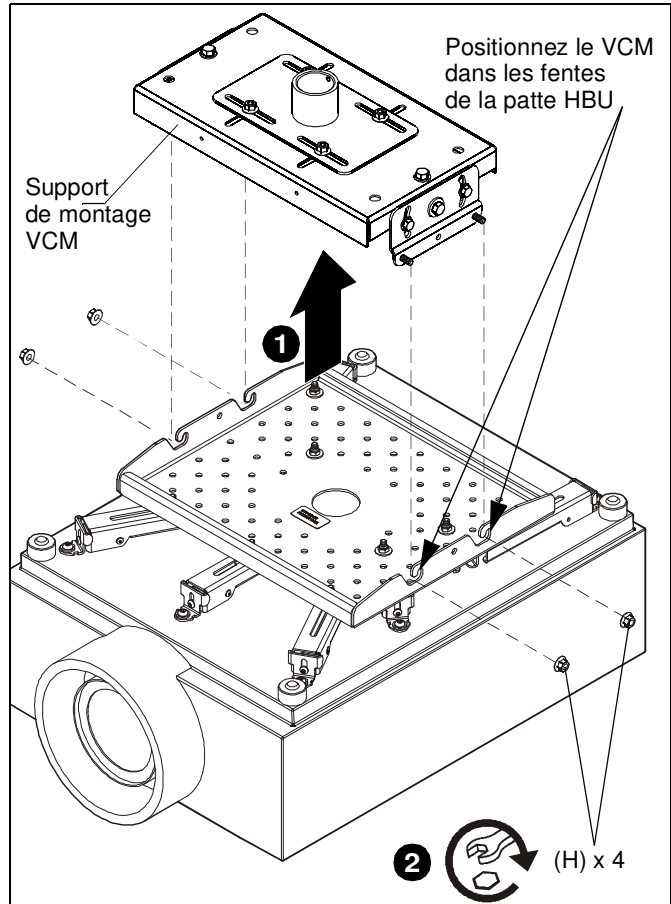

Figure 4
1. A l'aide de ces assistants, soulevez la patte HBU avec le projecteur fixé et fixez-la aux quatre montants s'étendant depuis le support de montage pour plafond VCM (non inclus). (Voir la Figure 4)
IMPORTANT ! : Assurez-vous que le support de plafond VCM **est** fixé aux fentes de la patte HBU. (Voir la Figure 4)
2. Attachez-la avec quatre écrous à embase de 5/16" (H). (Voir la Figure 4)